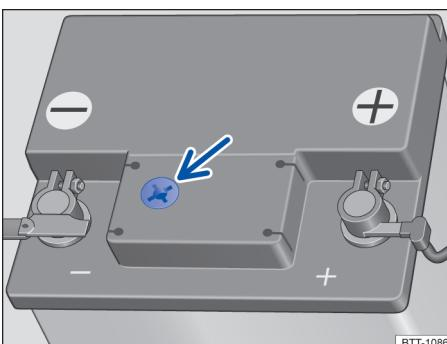

图 145 12 伏车载蓄电池上侧的蓄电池观测孔（示意图）
- 确保充足的照明，以便能够清楚识别 12 伏车载蓄电池 → 图 145（箭头）上侧的圆形蓄电池观测孔中的颜色显示。切勿用明火或闪烁着火星的物品作为照明。